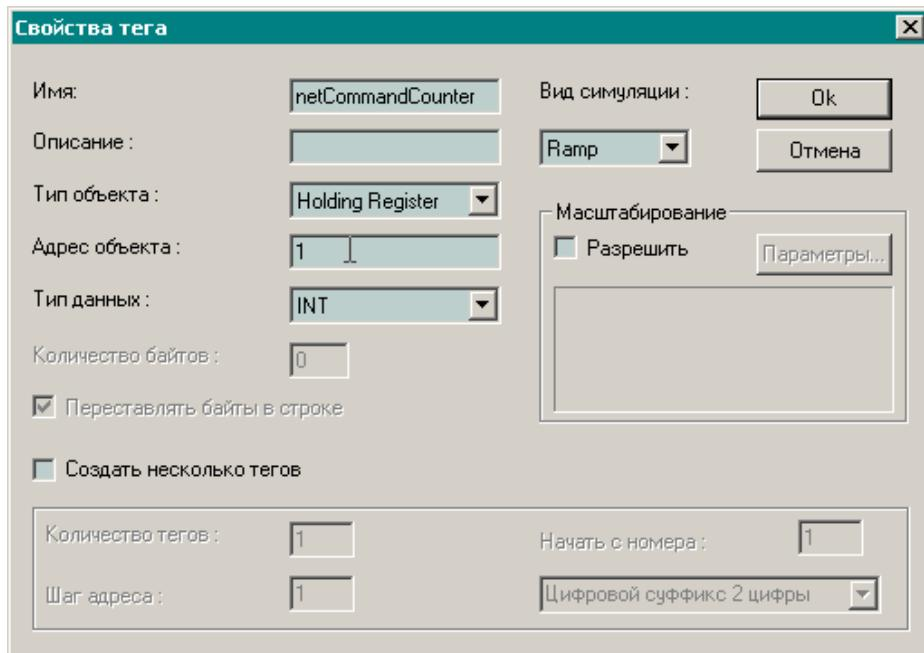

Рис. 74. Диалоговая панель Свойства тега при создании тега для передачи счетчика команд
5. Для добавления тега, который будет использоваться для передачи счетчика сетевых команд контроллеру, нажмите кнопку или выполните команду меню **Добавить–Новый тег**, в появившейся диалоговой панели **Добавить–Новый тег** введите параметры тега *netCommandCounter*, как показано на рис. 74, и нажмите кнопку **Ok**. Обратите внимание, что в поле **Тип объекта** выбрана опция *Holding Register*.